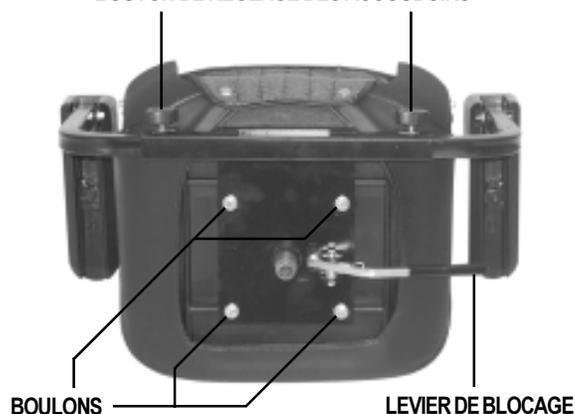

Figure 13. Réglage du siège
1. Tirez sur le levier pour débloquer le siège. Voir la figure 13.
Votre scooter est équipé d'accoudoirs réglables en largeur. Voir la figure 13.
Vous pouvez repositionner le siège du scooter vers l'avant ou vers l'arrière dans l'un des trois réglages de façon à vous rapprocher ou vous éloigner du guidon. Voir la figure 13.